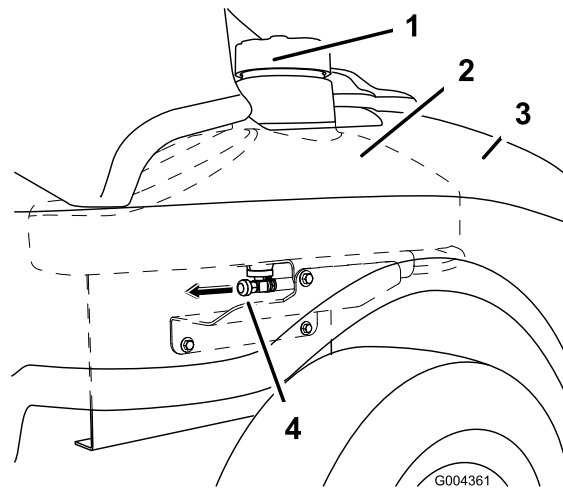

Bild 30
3. Schließen Sie den Kraftstoffhahn vorne unter dem Kraftstofftank (Bild 30).